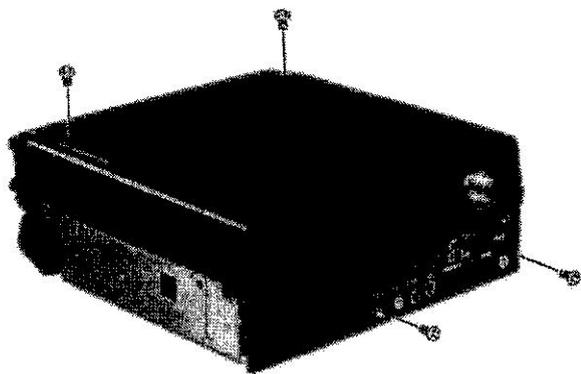

Рис. 4: Снятие Верхней крышки/радиатора
- ❑ Поместите трансивер верхней стороной вверх, и удалите четыре винта, указанные на рис. 4.
- Установите верхнюю крышку/радиатор, направляя светло-голубой диапазонный кабель вокруг заднего левого угла шасси (если смотреть сзади), а затем убедившись, что провода не зажаты, закрепите четыре винта, показанные на рис. 4.